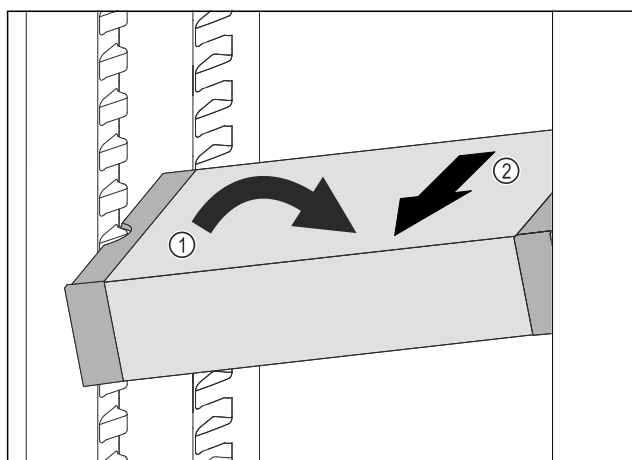

Fig. 143
- ▶ VarioSafe ustawić w chłodziarce pod skosem. Fig. 143 (1)
- ▶ VarioSafe wyjąć do przodu. Fig. 143 (2)